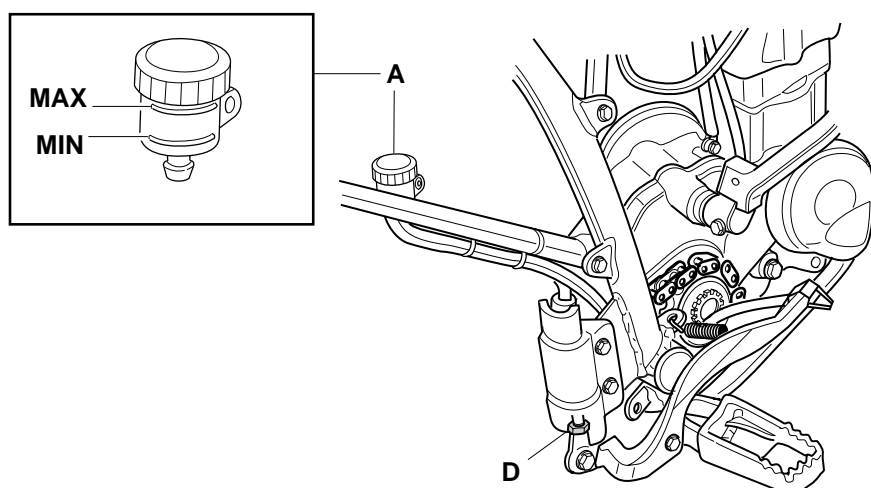

Fig. 34
1. Controllare che il livello dell'olio si trovi sempre tra il segno di minimo e massimo sul serbatoio dell'olio "A" (Fig.34) del freno posteriore. Rabboccare in caso necessario (olio Dot 4 o 5 di marca conosciuta).
1. Always check that the fluid level is between the MIN and MAX marks on the reservoir "A" (Fig.34) for the rear brake. Top up as necessary (DOT 4 or 5 of a known mark).
1. Der Bremsflüssigkeitsstand muß immer zwischen MIN- und MAX-Marke am Bremsflüssigkeitsbehälter "A" (Abb.34) liegen, andernfalls sofort Bremsflüssigkeit gem. DOT 4 oder 5, nachfüllen der Erprobtfirma verwenden, nachfüllen.
1. Vérifiez que le niveau de fluide se trouve entre les repères MIN et MAX dans le réservoir "A" (Fig.34) du frein arrière. Rétablissez si besoin (Dot 4 ou 5 produit d'une marque connue).